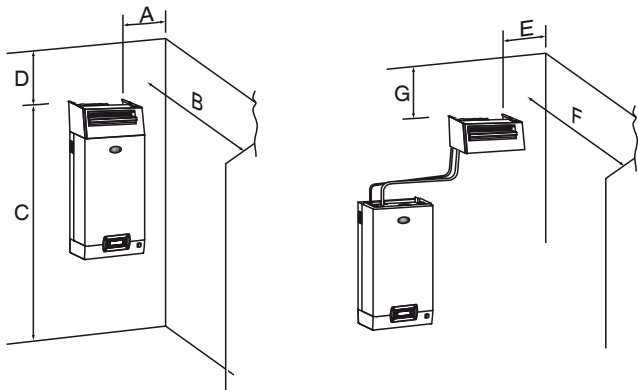

Рис. 3.с
2. Г-образное крепление (см. поз. 1, Рис. 3.с) входит в комплект поставки парораспределительных трубок моделей DP085* – DP025*. Более короткие крепления заказываются отдельно (артикул 18C478A088).
Парораспределители для установки в помещениях. Комплекуются вентилятором, способствующим поглощению пара воздухом. Вентиляторные парораспределители VSDU0A* подходят для увлажнителей производительностью до 18 кг/ч (39.7 фунт/ч), т. е. моделей UR002... UR013. Такой вентиляторный парораспределитель может устанавливаться как прямо сверху увлажнителя, так и крепится отдельно от него на некотором расстоянии при помощи крепления VSDBAS0001 (см. Рис. 3.с). Вентиляторный парораспределитель подсоединяется к контактам питания увлажнителя в секции электрических соединений (24 В переменного тока, контакты X1, X2).